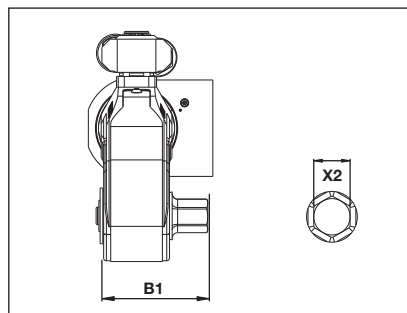

Fig. 34
6.8 Dimensions et spécifications des entraînements par clés Allen de la série SDA au syst. métrique (fig. 34)
6.9 Dimensions et spécifications des entraînements par clés Allen de la série SDA au syst. impérial (fig. 34)